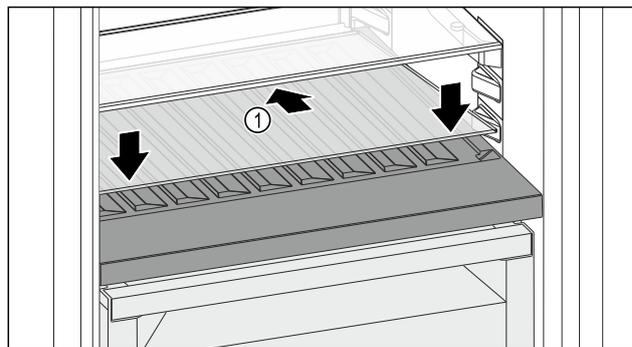

Fig. 117
- ▶ 向后下方倾斜放置玻璃隔板 Fig. 117 (1)。
- ▶ 放低玻璃隔板 Fig. 117 (1) 前部。